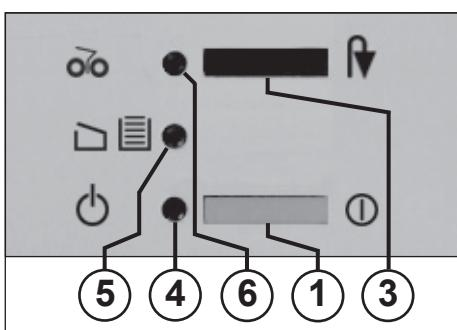

Fig. 1
1 = Interruotor (Fig. 1)
3 = Botão (Fig. 1)
4 = Luz de controlo (Fig. 1)
Acende quando o interruptor „Pronto a funcionar“ (Fig. 1) estiver ligado.
5 = Luz de controlo (Fig. 1)
6 = Luz de controlo (Fig. 1)
- Ligar a máquina no interruptor (1) (Fig. 1). A luz de controlo (4) (Fig. 1) acende.
A máquina desliga-se quando o recipiente de recolha está cheio. A luz de controle „Recipiente cheio“ / „Porta aberta“ (5) (Fig. 1) pisca. A paragem do mecanismo de corte é indicada simultaneamente pela luz de controle „Bloqueio de papel“ / „Stop“ (6) acesa.
- Inserir o quadro corredizo com o saco de recolha, e fechar a porta. A indicação de controlo (5) (Fig. 1) apaga-se.
- Tocar brevemente no botão „Inversão“ / „Stop“ (3). O mecanismo de corte corta o material que ficou no compartimento de admissão e desliga-se em seguida. A luz de controle (6) apaga-se. O corte já pode prosseguir.
- A indicação de controlo (6) (Fig. 1) está acesa.
- Pressionar **continuamente** o botão „Inversão“ / „Stop“ (3) e retirar simultaneamente da máquina o documento inserido.
- Após a remoção, o mecanismo de corte avança automaticamente, corta o material que ficou no compartimento de admissão e desliga-se em seguida. A luz de controle (6) (Fig. 1) apaga-se.
O motor pára se estiver sobrecarregado. Desligue a máquina no interruptor de pressão (1) (Fig. 1). Após um período de arrefecimento de cerca de 15 a 20 minutos (consoante a temperatura da sala) pode reinicializar a máquina.